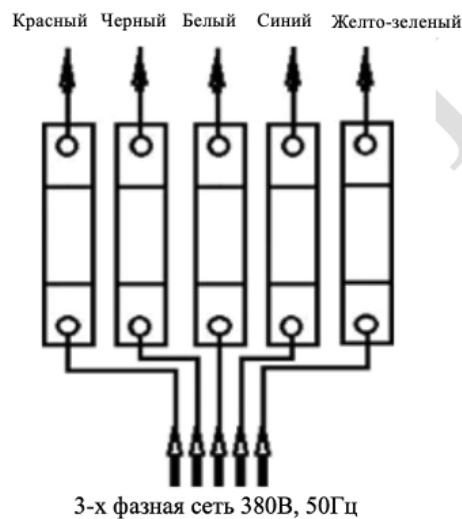

Рисунок 5
2.4.11.1 Питание станции зарядной для электрического транспорта осуществляется от трехфазной сети переменного тока. Разводка проводов питающей сети производится на клеммники. Места для подключения фазных проводов промаркованы метками «черный», «белый», «красный», «синий», «желто-зеленый» (см. рисунок 5).